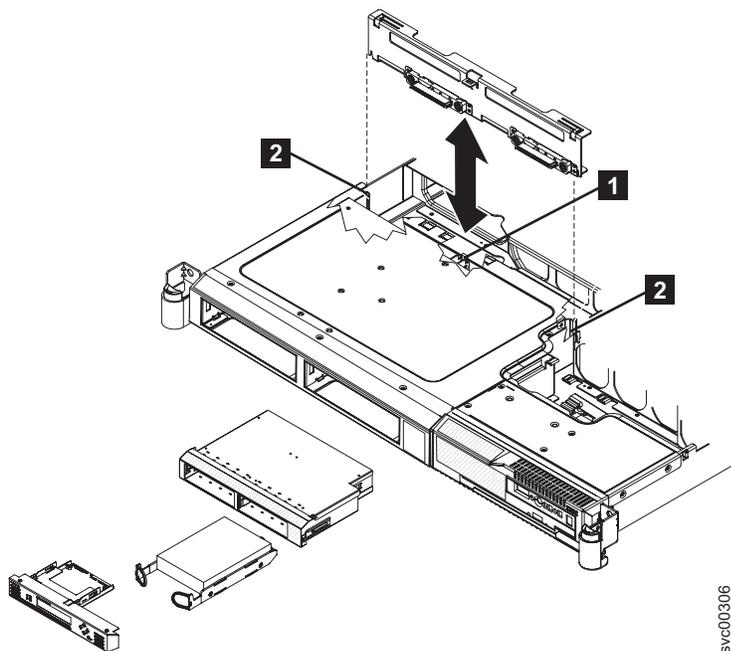

図 127. SAN ポリウム・コントローラー 2145-8G4 SATA ディスク・ドライブとバックプレーン
- バックプレーンをマウント・チャンネル **2** の中にスライドさせて戻します (図 127 を参照)。付近のワイヤーやケーブルに引っ掛かったり、挟まったりしないように注意します。